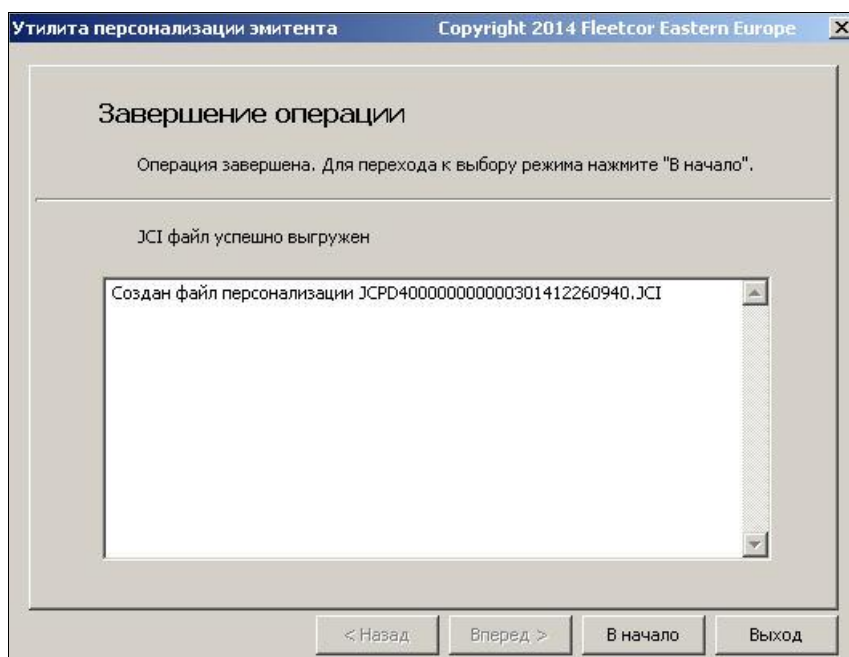

Рис. 8. Окно завершения операции выгрузки заказа в ПБ
2. Выберите нужный заказ и нажмите на кнопку **Вперед**. Откроется окно завершения операции (см. Рис. 8).